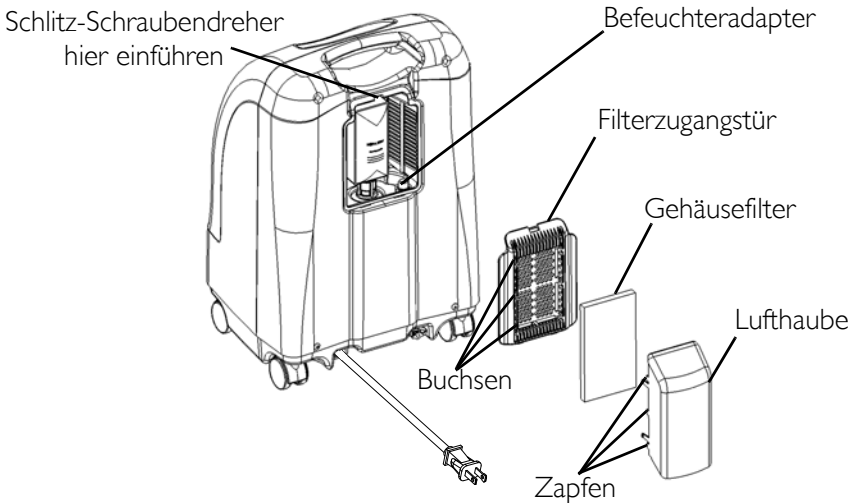
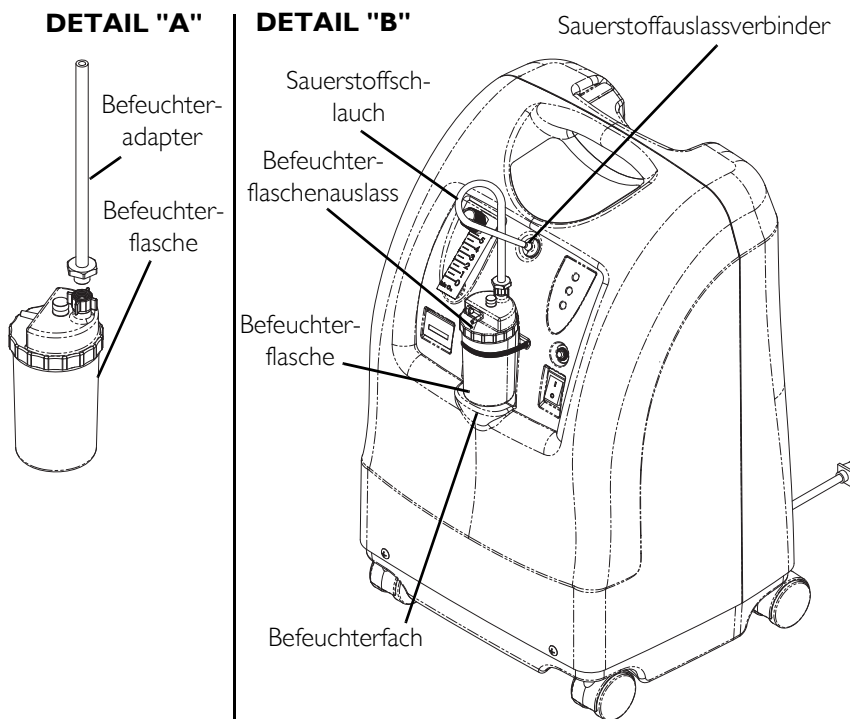

ABBILDUNG 6.2 Befeuchteradapter
ABBILDUNG 6.3 Befeuchterfach
*HINWEIS: Nähere Angaben zu diesem Verfahren finden Sie in **ABBILDUNG 6.1**, **ABBILDUNG 6.2** auf Seite 114 und **ABBILDUNG 6.3** auf Seite 115.*
3. Einen Schraubendreher in den Öffnungsschlitz am oberen Rand der Filterzugangstür stecken und die Filterzugangstür behutsam aufhebeln (ABBILDUNG 6.2).
4. Befeuchter-Adapterschlauch nach oben ziehen und entnehmen (ABBILDUNG 6.2).
6. Befeuchteradapter durch drehen der Flügelmutter an der Befeuchterflasche im Uhrzeigersinn an die Befeuchterflasche anbringen, bis dieser fest sitzt. Siehe Detail "A" von ABBILDUNG 6.3.
7. Befeuchterflasche/-adaptereinheit ins Befeuchterfach im Konzentrator einsetzen. Siehe Detail "B" von ABBILDUNG 6.3.
8. Sauerstoffschläuche der Befeuchterflasche/-adaptereinheit an den Sauerstoffauslassverbinder am Konzentrator anschließen. Siehe Detail "B" von ABBILDUNG 6.3.
9. Kanüle/Patientenversorgungsschlauch am Auslass der Befeuchterflasche anbringen. Siehe Detail "B" von ABBILDUNG 6.3.